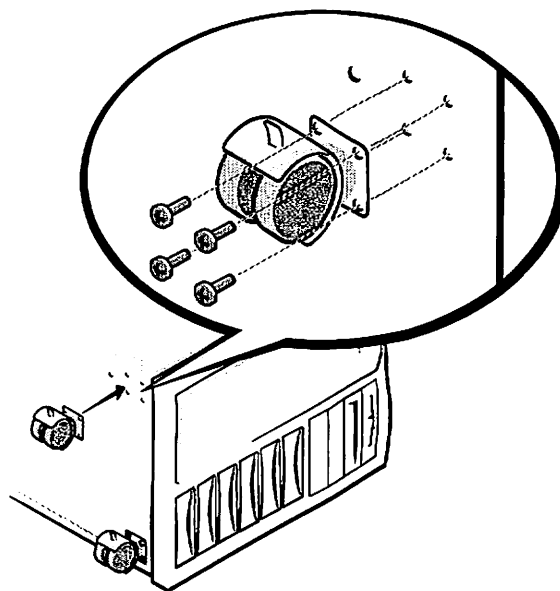

Figura 2. Sujeción de los rodillos
3. Sujete un rodillo a cada esquina (consulte la figura 2).